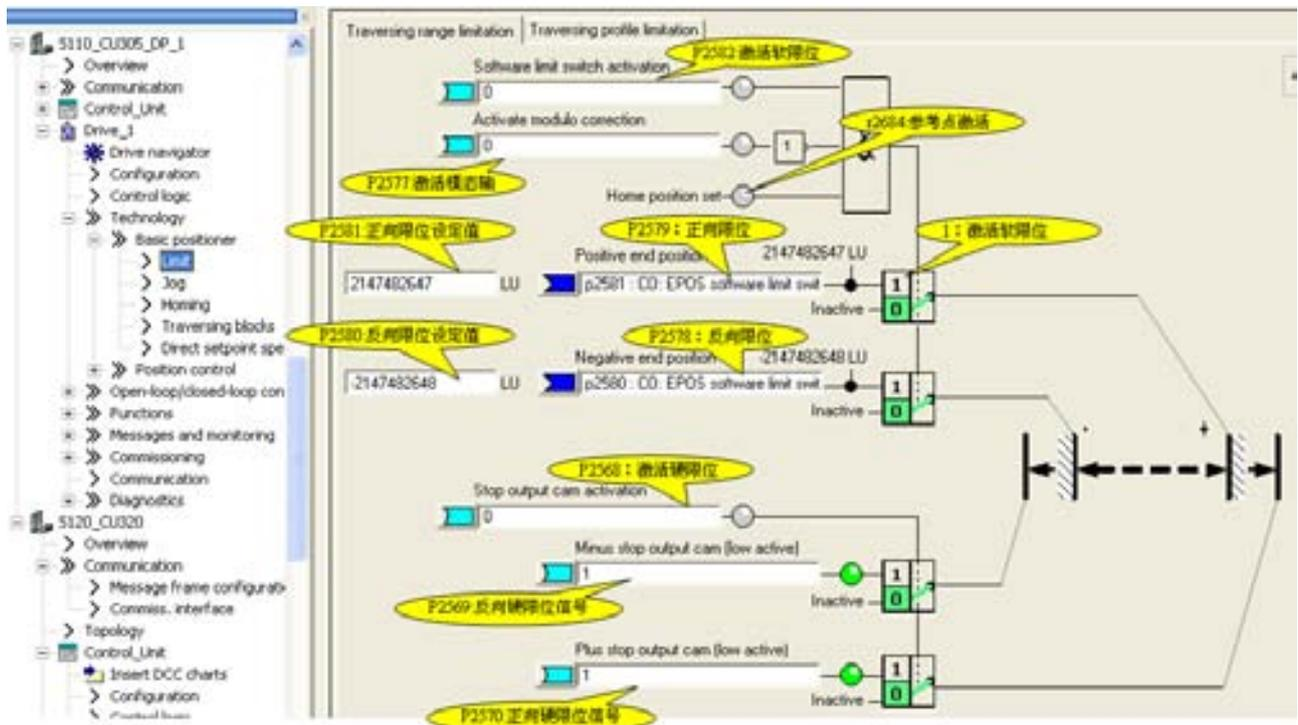
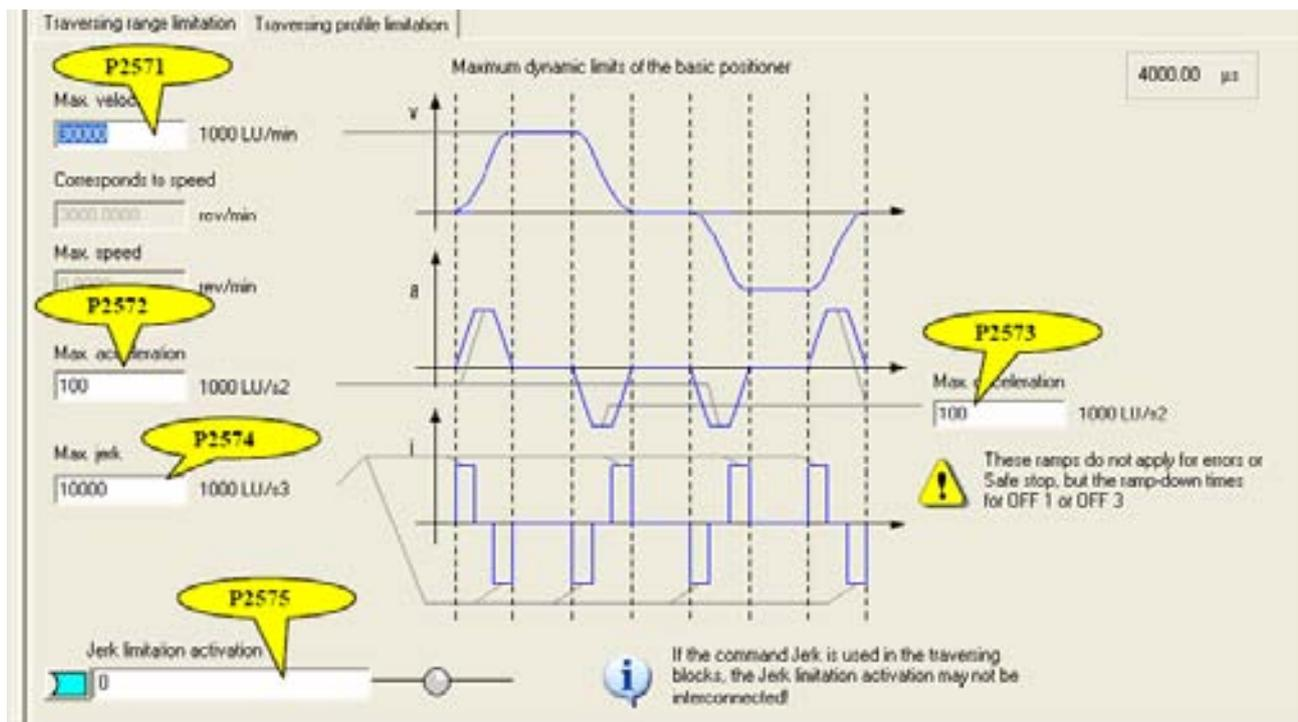

图 82. “Limit” 功能参数设置
图 83. 运行限制参数设置
- (1) 如图 82 所示，可以通过参数 p2582 和 p2568 来激活软限位和硬限位功能。
- (2) 注意要在禁止模式轴和回零后，才能激活软限位功能。
- (3) 硬限位信号是低电平有效。
- (4) 如图 83 所示，可以设置最大速度、最大加/减速度以及最大加加速度。